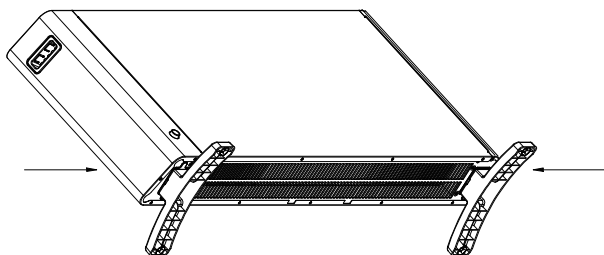

Fig.3
3. Fäst de två basfötterna och tryck in dem i mitten tills de är helt på plats.(Fig. 3)